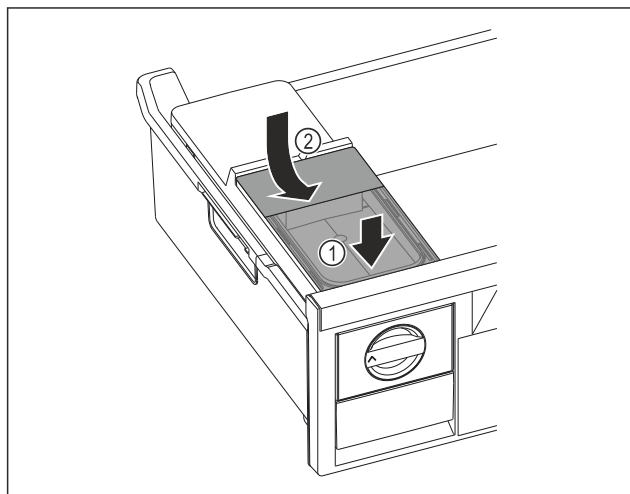

Fig. 86
- ▶ Watertank aan de voorkant plaatsen. Fig. 86 (1)
- ▶ Watertank aan de achterkant laten zakken. Fig. 86 (2)